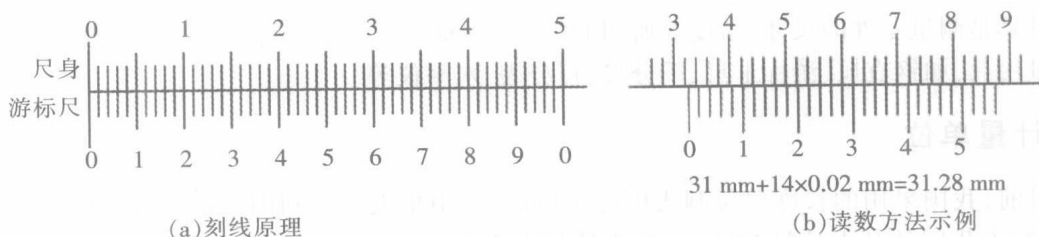

图 1-3 0.02 mm 游标卡尺的刻线原理和读数方法
现以 $1/50$ 的游标卡尺为例,介绍游标卡尺刻线原理。如图 1-3(a)所示,当两量爪贴合时,尺身与游标的零线对齐,尺身每一小格为 1 mm 。取尺身 49 mm 长度在游标上等分为 50 格,则游标每一小格为 $49/50\text{ mm}$ (0.98 mm)。尺身与游标每格之差为: $1\text{ mm}-0.98\text{ mm}=0.02\text{ mm}$ 。
游标卡尺的读数方法参见图 1-3(b),共分为三个步骤:
- (1)读整数。读出游标零线以左的主尺上最大整数(毫米数),图中为 31 mm 。
- (2)读小数。根据游标零线以右,且与主尺上刻线对准的刻线数,然后再乘以 0.02 读出小数,图中为 $14\text{ 格}\times 0.02\text{ mm}=0.28\text{ mm}$ 。
- (3)将整数与小数相加,即为总尺寸。图 1-3(b)中的总尺寸为 $31\text{ mm}+0.28\text{ mm}=31.28\text{ mm}$ 。